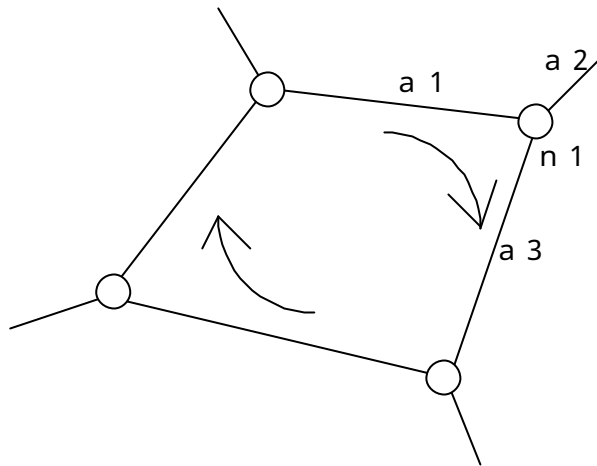

図6 アークの自動追跡
- 座標の精度：かつて某市の都市計画データを ArcInfo-Export フォーマットから取り込もうとした時に、発生した問題について御説明致します。ArcInfo-Export フォーマットでは座標は実数で記述されています。対して、例えば「地図センター - 数値地図2.5万」、「(財)日本デジタル道路地図協会 - 道路データフォーマット」などでは座標は整数で記述されています。弊社の GeoStar-Vector フォーマットでも整数です。整数にした理由は、座標の最小単位、精度を明確に示せるからです(例えば、1:25,000 地形図を(10,000,10,000)で正規化した場合、座標の最小単位は1:25,000 地形図の1/1万であると明確に分かります。)。さて実数座標の ArcInfo-Export データを整数座標の GeoStar-Vector に変換して取り込んだところ、ポリゴン自動生成においてアーク追跡エラーが発生しました。ここでポリゴンは、図6の様なロジックで自動生成されます。キーポイントはアークの自動追跡ですが、例えば図6のノードn1ではアークa1から次にはアークa2ではなくて、アークa3に行かなければいけません。この際の判断基準はアークの角度です。ところが線分の角度を求めるためには、当然、線分には長さが必要です。しかし前述の様に、ArcInfo-Export データを取り込んだ時に実数 => 整数変換を行なったため、極めて値が近い実数座標が同一の整数座標に変換され、その結果、長さ0の線分が発生してしまいました(アークの起終点が一致してしまったのです。)